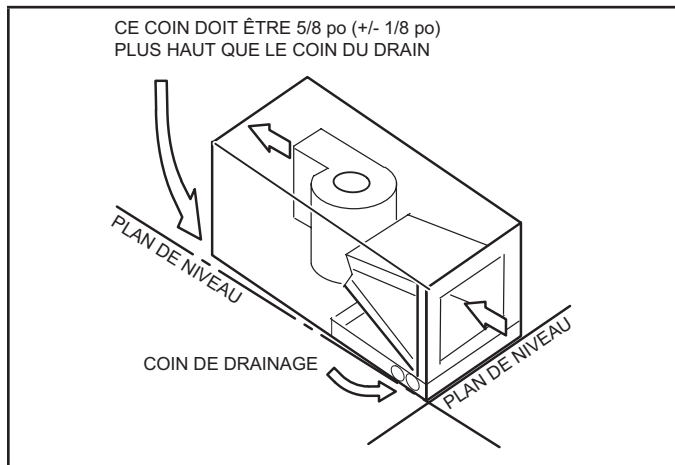

FIGURE 13. Inclinaison de l'unité pour un drainage correct
- 3 - Placez l'appareil de manière à ce qu'il soit incliné vers l'extrémité du bac de drainage et de niveau de l'avant à l'arrière de l'appareil (voir figure 13).
Assurez-vous que l'unité est inclinée (comme dans la figure 13) de sorte que le bac de drainage se vide complètement sans que de l'eau reste dans le bac.